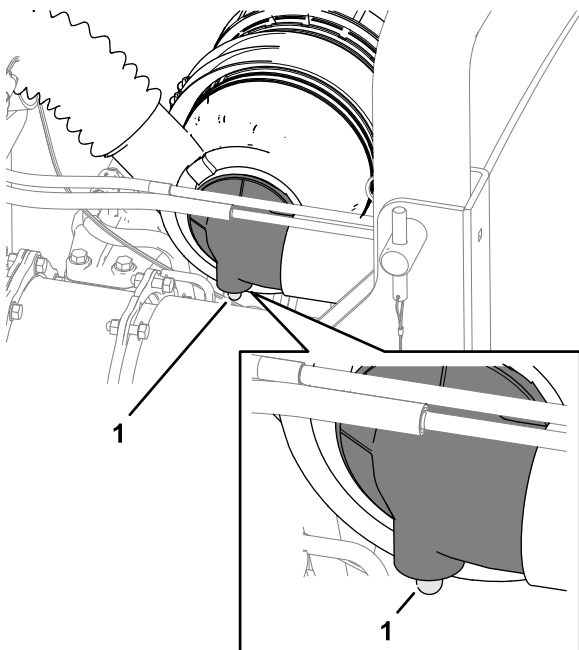

Bild 52
2. Prüfen Sie die Verstopfungsanzeige des Luftfilters (Bild 52).
Hinweis: Warten Sie den Hauptluftfilter, wenn die Verstopfungsanzeige des Luftfilters (Bild 52) rot ist. Das häufige Auswechseln des Luftfilters erhöht die Gefahr, dass Schmutz in den Motor gelangt, wenn der Filter entnommen ist.